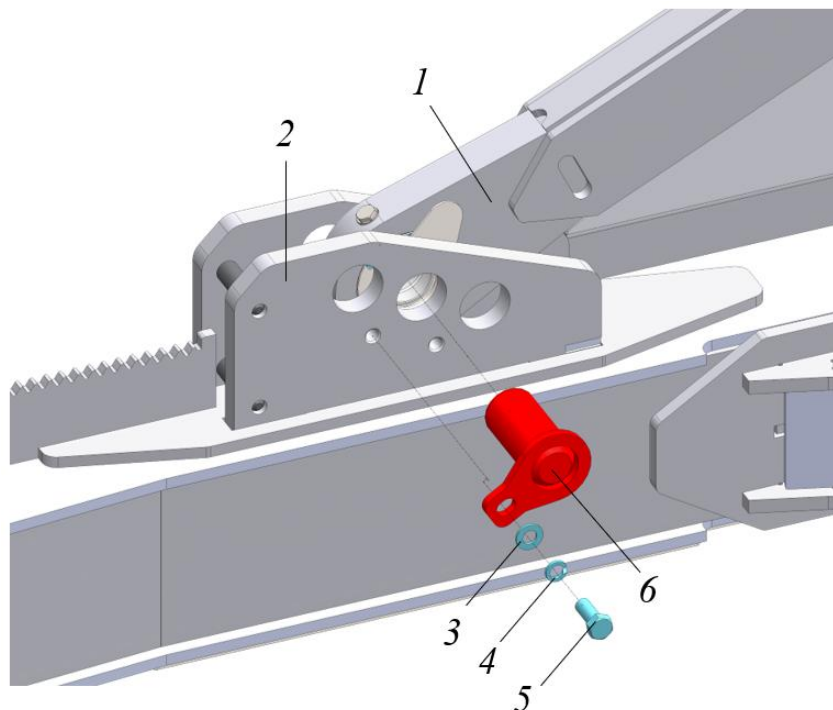

Рисунок 3.100. Демонтаж/монтаж тяги боковой
- Ключом  на 30 открутить болт 5, снять шайбы 3-4, выбить палец 6 из кронштейна бруса 2 придерживая тягу боковую 1, используя подходящий грузоподъемный инструмент, см. рис. 3.100.